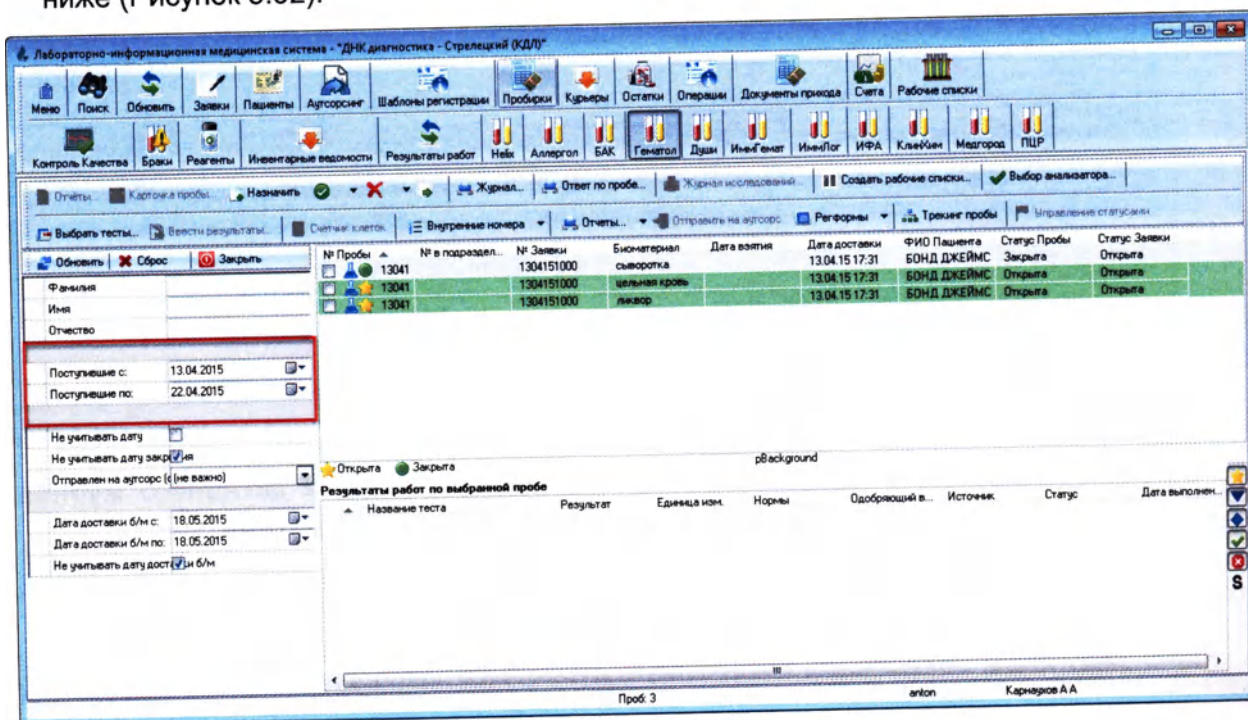

Рисунок 5.92
2. Если необходимо распечатать журнал за другой временной период, в поисковом фильтре выставьте необходимые значения даты, например как показано на рисунке ниже (Рисунок 5.92):